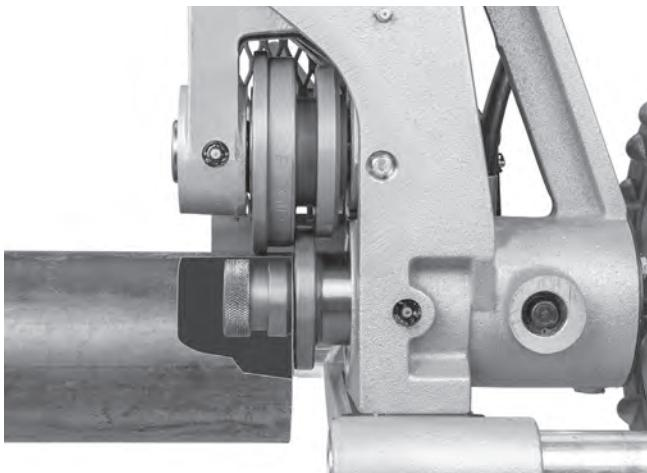

Abbildung 13 – Platzieren des Rohrs über der Antriebswelle, bündig mit dem Flansch der Antriebswelle (Stabilisator zur Verdeutlichung entfernt)
- Zum Abstützen des Rohres müssen geeignete Untergestelle vorhanden sein. Stellen Sie die Höhe der Rohruntergestelle so ein, dass das Rohr waagerecht liegt und der obere Innendurchmesser des Rohrs auf der Antriebsrolle aufliegt (*siehe Abbildung 13*).
- Setzen Sie das Rohr so auf das Untergestell, dass das Ende des Rohrs bündig mit dem Flansch der Antriebswelle abschließt und die Innenseite des Rohrs die Oberseite der Antriebswelle berührt (*Abbildung 13*). Stellen Sie sicher, dass das Rohr stabil und sicher ist.